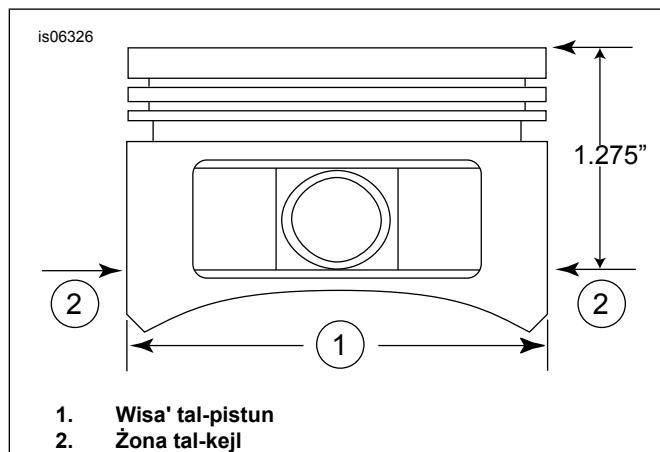

Figura 2. Kejl tal-Pistun
5. Ara Figura 2 . Kejjel il-wisa' tal-pistun (1), 90 grad orizzontalment miż-żeuw naħat tat-toqba tal-pinn tal-pistun tat-toqba tal-pinn u 1.275 pulzieri i' ifsel mill-wiċċ tal-kabina fuq) tal-pistun (2). Ara Tabella 5 għall-installazzjoni tal-pistun mač-ċilindru f'dan il-post.